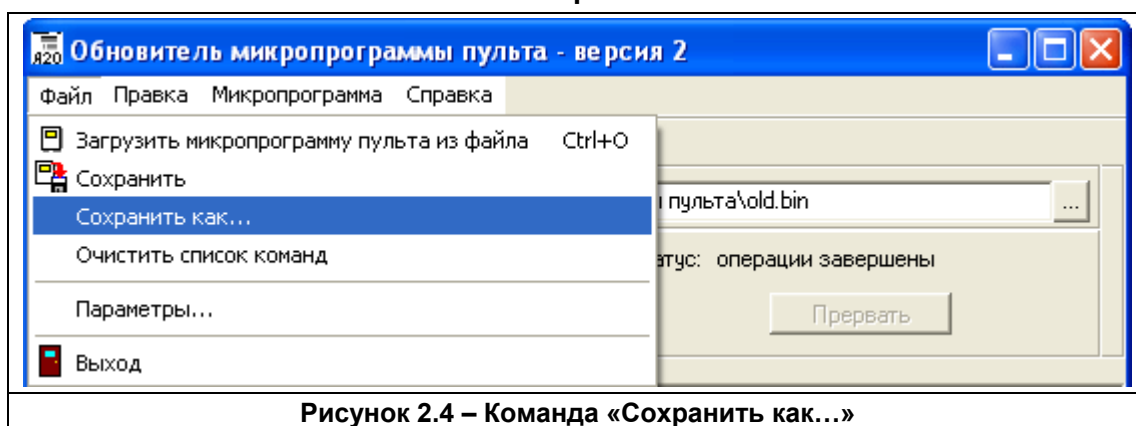

Рисунок 2.4 – Команда «Сохранить как...»
- 2.2 Для сохранения резервной копии текущей версии микропрограммы прибора «А-20» щелчком мыши введите команду из меню программы (см. рисунок 2.4):